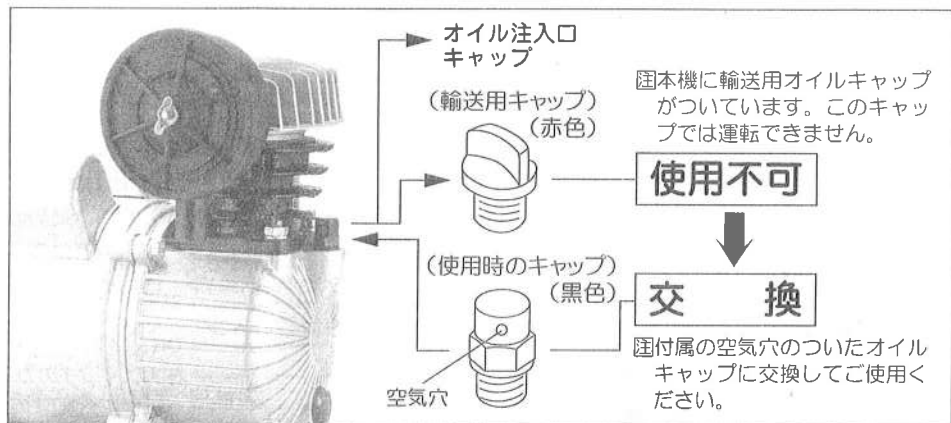

図2
- Ⓔ空気穴のないキャップのまま使用しますと正常な回転をしません。また、破損のおそれもあり、大変危険です。(図2参照)